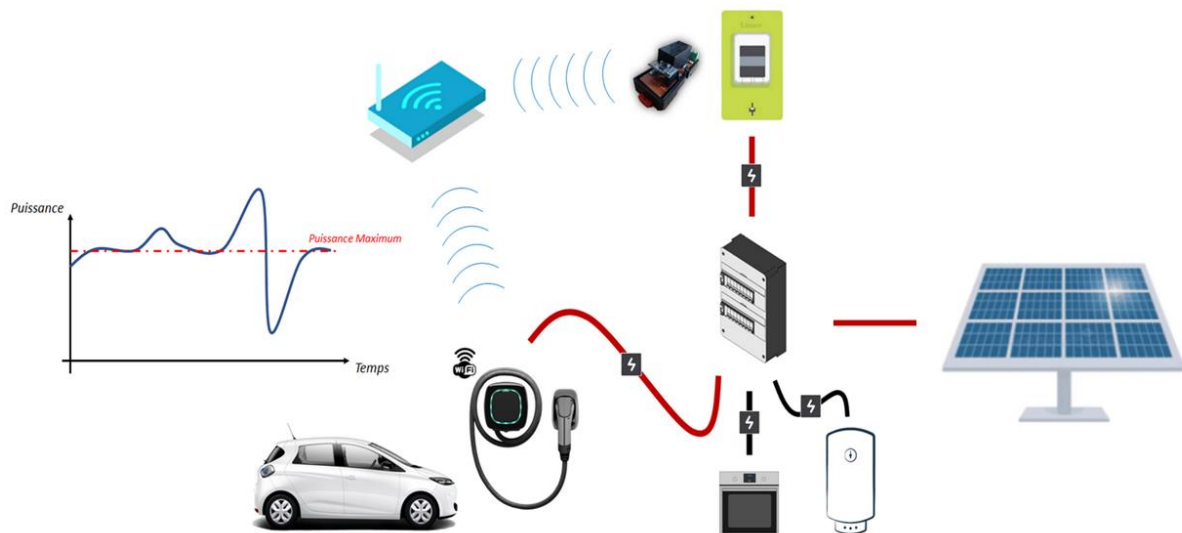

Figure 1 : Dispositif SmartCharger
Pour répondre à cette contrainte, le SmartCharger surveille en temps réel les données de consommation électrique du logement. Connecté au Module TIC (fig.1) via le réseau Wi-Fi, ce dispositif intelligent adapte automatiquement la puissance de recharge du véhicule électrique (VE) afin de garantir :